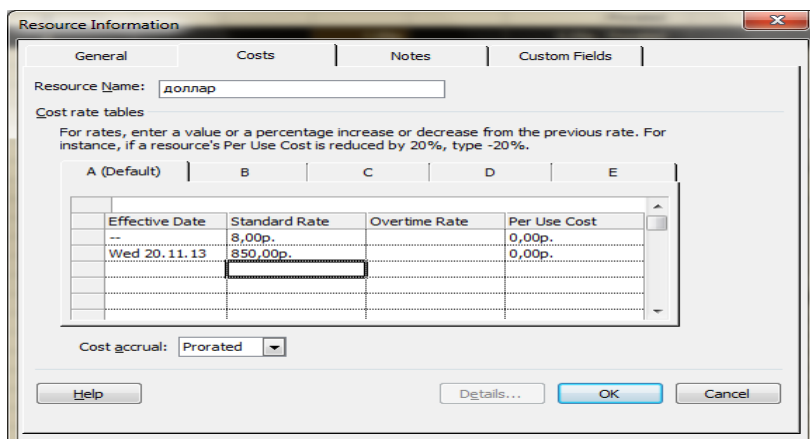

Рисунок 10 – Окно для установки шкалы затрат для ресурса
7. Для ее вызова надо установить на название валюты и щелкнуть правой клавишей, вызвать команду «Информация о ресурсах» (Resource Information...). Откроется окно для установки шкалы по предполагаемым затратам в нём выбрать вкладку Costs (рис. 10).